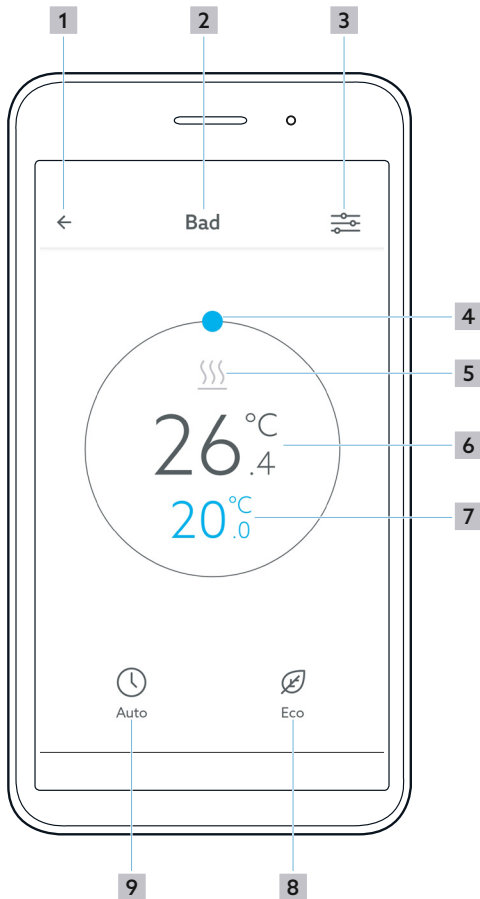

Рис. 13: ClimaCon F Обзор приложения комнатного термостата
- 1 На экране комнатного термостата, для которого вы хотите выполнить настройки, нажмите кнопку „Вызов меню настроек“ (поз. 3 на рис. 13 на стр. 17).